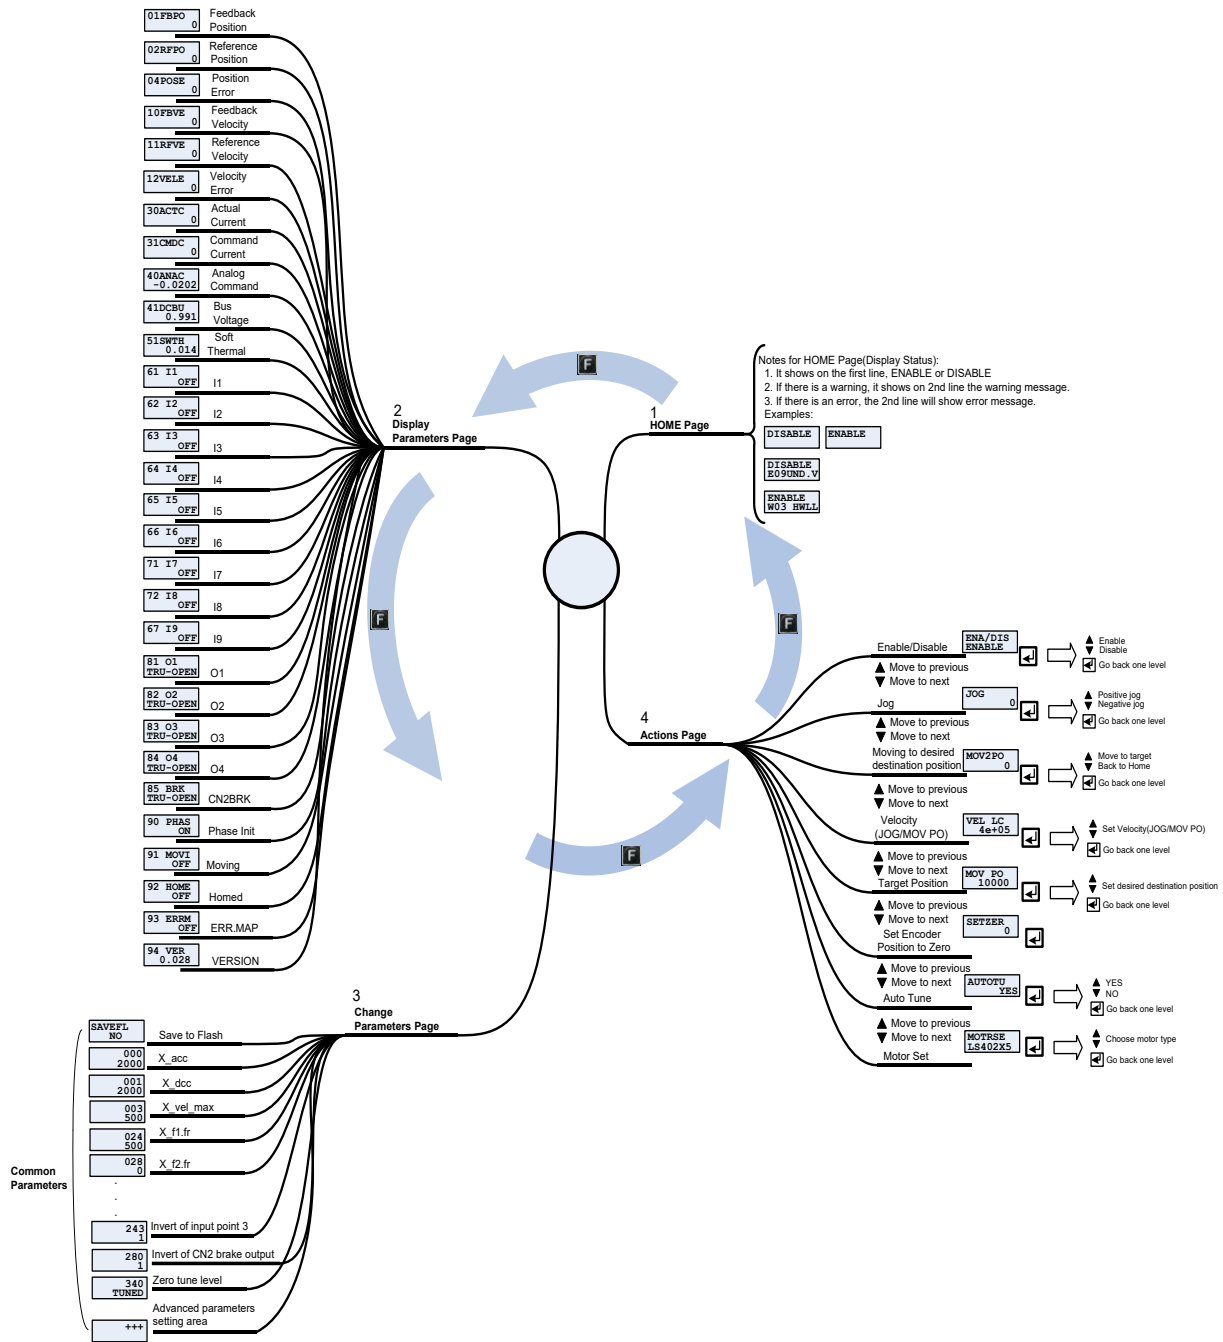

図 7.1.2.1 LCD 運用構造の全貌
表示パネルには、home page、display parameters page、change parameters page、actions page の4つのモードがあります。Fキーを押して、他のモードに切り替えます。LCDの全体構造を図7.1.2.1に示します。
- (1) Enterキーを押してモーター型式「MOTRSE」を設定し、UpキーまたはDownキーを押してドライバーに接続されているモーター型式名を選択します。この例は「LS402XX5」です。モーター型式名の9番目のビットが4または6の場合、シリアルエンコーダーを使用し、モーター型式名を選択する必要はありません。Enterキーを押して、モーターの型式名を確認します。
- (2) LCD画面が「ZeroTune」（ZT）のゲイン設定ページに変わります。サーボループゲインは、「ZeroTune」を介して複雑な手順なしで簡単に設定できます。モーターの負荷レベルを選択するだけで、安定した速度応答を実現できます。サーボ制御の知識がない初心者でも簡単にモーターを駆動できます。Enterキーを押して「ZT」設定に入り、次にUpキーまたはDownキーを押して負荷レベル（「LV」）を選択します。図7.1.2.1は、負荷レベルに対応する基準重量を示しています。適切な負荷レベルを選択したら、Enter キーを押して確認します。
- (3) LCD画面が動作モード「MODE」の設定ページに移動します。Enterキーを押して、「MODE」設定に入ります。Up キーまたは Down キーを押して「STNDALON」を選択し、Enterキーを押して動作モードの変更を確認します。
- (4) LCD画面が「SAVETOFFLASH」ページ「SAVEFL」に移動します。Enterキーを押してパラメーターをFlashに保存する設定ページに入り、UpキーまたはDownキーを押して「NO」を選択します。Enter キーを押して、パラメーターがFlashに保存されないことを確認します。詳細については、7.5.1を参照してください。
- (5) LCD画面がホームページに移動します。このとき、「SVNRDY」が表示され、モーターがまだ有効になっていないことを示します。これで、モーターパラメーター初期化の設定は完了です。